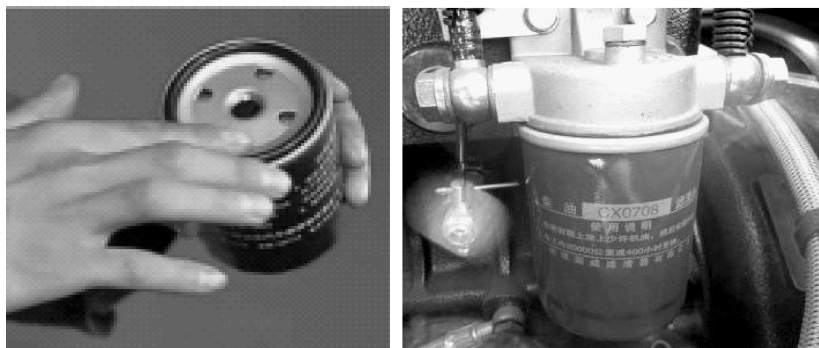

图 3-20 叉车柴油滤清器保养安装
(2) 柴油滤清器的更换 叉车用柴油机通常采用一次性柴油滤清器，叉车行驶里程达到 20000km 或者工作时间达到 $400 \sim 600\text{h}$ 就需要更换，更换方法如图 3-20 所示。